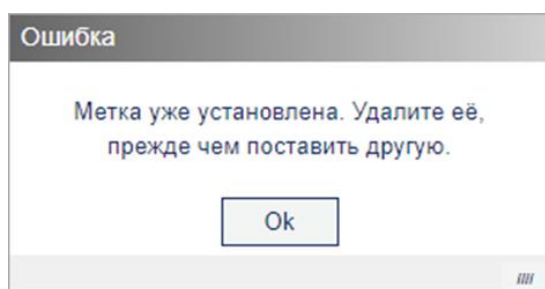

Рисунок 41 – Сообщение об ошибке при повторной установке метки
3.5.19.9 При наличии установленной метки времени или одной из меток-ограничителей интервала для годографа и попытке установить аналогичную метку Программа выдаст сообщение об ошибке (рис. 41).